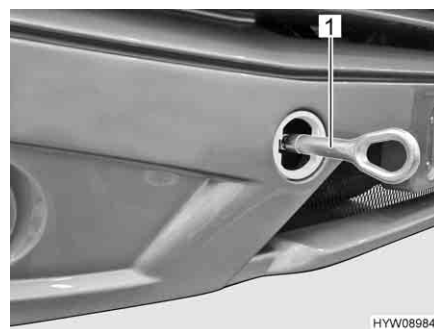

Fig. 32 Occhione di traino (installato)
- Montare l'occhione di traino (Fig. 32,1) come indicato nel manuale di funzionamento del veicolo di base.